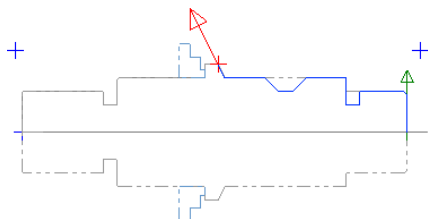

图 19.16 选取加工轮廓
Step2. 定义加工轮廓。在该对话框中选中 **✓ 接续** 复选框，然后在图形区中依次选取图 19.16 所示的加工轮廓。单击 **✓** 按钮，系统弹出“车床-精车 属性”对话框。